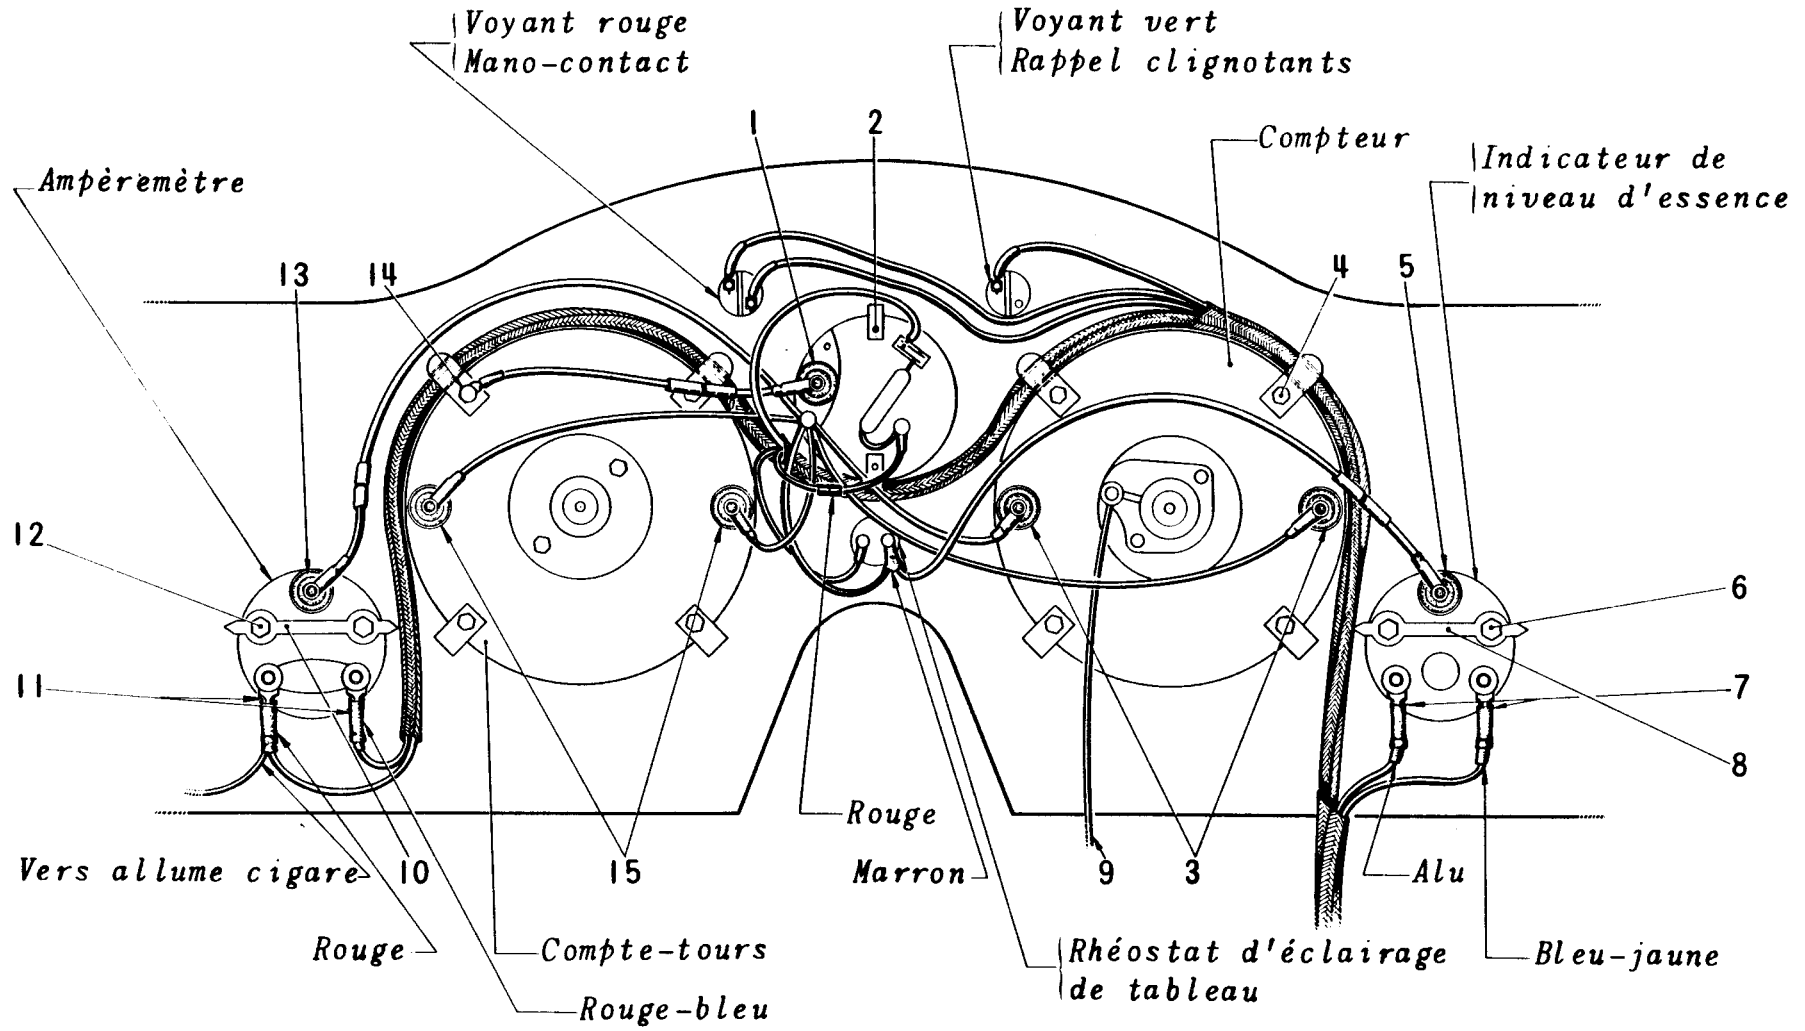

Fig.21
- 5) Brancher les fils du rhéostat comme indiqué à la Fig. 21.
(24 Ct et 24bt) (Fig. 21) (modèles à partir de Septembre 1964)